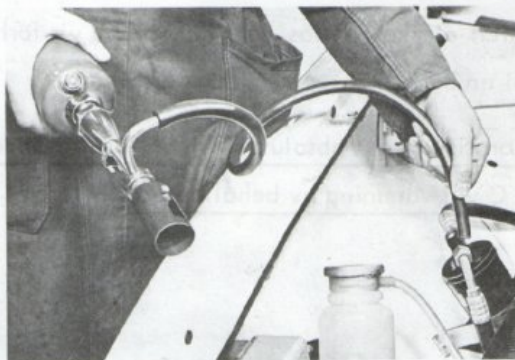

Bild 4. Läckagetest
4. Tänd läckdetectorn och kontrollera hela anläggningen vid samtliga förskruvningar, genom att hålla änden av slangen intill förskruvningarna (bild 4). Om en läcka finns färgas lågan blågrön.